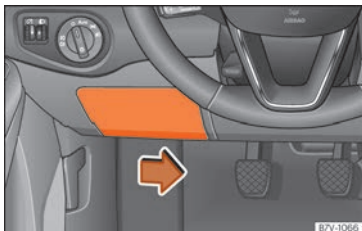

Fig. 61 Sul cruscotto, lato del conducente: coperchio della scatola dei fusibili.
- Per aprire il coperchio spostare verso destra la maniglia di azionamento situata nella parte inferiore dello stesso »» **fig. 61.**